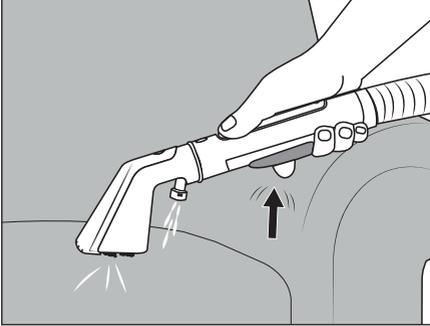

Abb. 6
(1) Achten Sie darauf, dass beim Betrieb des Geräts die Saugöffnungen ⑳/㉑ der Polsterdüse ㉒ bzw. der Fugendüse ㉓, nicht blockiert werden. Eine Blockade kann durch herumliegende, lose Gegenstände, Fusseln, Haare o. Ä. verursacht werden. Dies kann dazu führen, dass die Polsterdüse ㉒ bzw. die Fugendüse ㉓, beschädigt werden und nicht mehr ordnungsgemäß funktionieren. (2) Überprüfen Sie vor der Reinigung von Polstern/Teppichen das Herstelleretikett auf besondere Pflegeanweisungen. Das Gerät ist nicht geeignet für empfindliche Textilstoffe (z. B. Seide, Leder, Flokati etc.). (3) Testen Sie bei der Verwendung von Reinigungsmitteln (Essigreiner und Polsterreinigungsmittel) die Farbechtheit. Beginnen Sie die Reinigung mit dem Gerät immer zuerst an einer unauffälligen Stelle. (4) Das Gerät muss vor dem Betrieb ordnungsgemäß montiert sein und der Frischwasserbehälter ②  muss befüllt sein. (5) Schalten Sie das Gerät aus, bevor Sie die Polsterdüse ㉒ und die Fugendüse ㉓ miteinander wechseln. (6) Ist der Schmutzwasserbehälter ⑦  voll, schließt der Schwimmer ⑥ die Saugöffnung und das Gerät läuft mit erhöhter Drehzahl. Schalten Sie das Gerät sofort aus (siehe Kapitel **Schmutzwasserbehälter reinigen**).
- ◆ Klappen Sie die Tragegriffe ⑬ nach oben und tragen Sie das Gerät zu dem Ort, wo Sie es benötigen.
- ◆ Nehmen Sie den Sprüh-/Saugschlauch ⑰ aus den Schlauchhalterungen ⑮/⑯.
- ◆ Schieben Sie die Schlauchhalterung ⑮ in das Gerät.
- ◆ Halten Sie die Polsterdüse **22** 2-3 cm über den zu reinigenden Bereich. Betätigen Sie die Sprühtaste **20**, um Wasser/Reinigungslösung aus der Sprühdüse **25** aufzutragen (siehe Abb. 6).